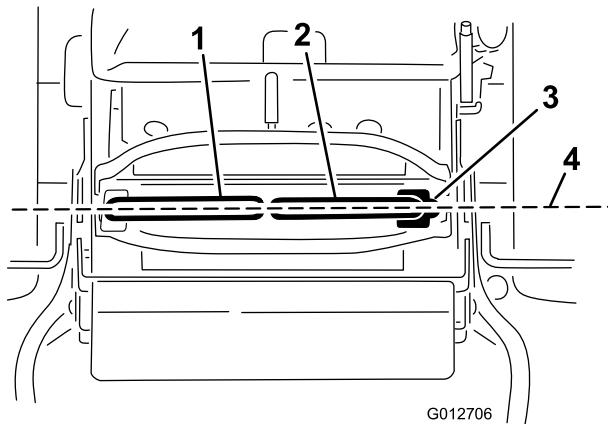

Figure 79
Important: Assurez-vous que l'alignement des roues de la machine est correct après avoir réglé les leviers de commande de déplacement. La procédure est identique pour régler l'alignement des roues et aligner les leviers de commande de déplacement longitudinalement (Figure 79).
1. Une fois le réglage horizontal terminé, contrôlez l'alignement avant/arrière en poussant légèrement les leviers de commande vers l'avant pour rattraper le mou de la timonerie des leviers de commande (Figure 79).